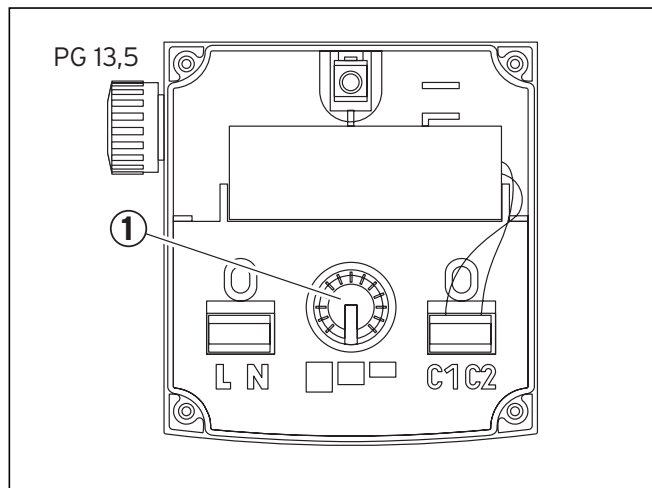

Abb. 8.2 Art.-Nr. 309 441 und 309 442
- EM-Typen: 3-Stufen-Drehschalter (Abb. 8.2 und 8.3, Pos. 1) im Klemmenkasten auf die gewünschte Drehzahl einstellen.